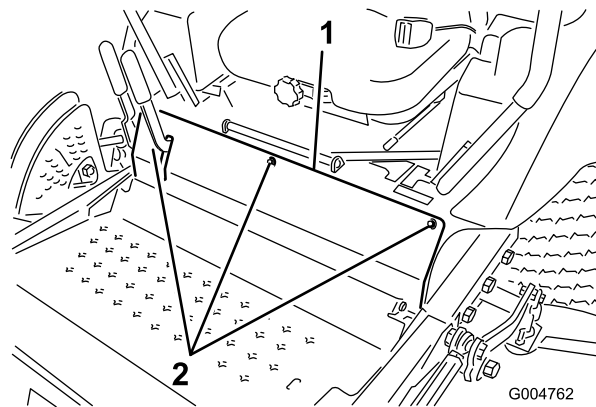

Figura 60
3. Afloje los pernos del panel delantero y retire el panel (Figura 60).